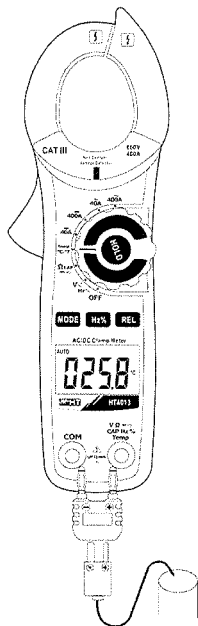

Abb. 8: Verwendung der Zange für Temperaturmessung
3. Verbinden Sie den mitgelieferten K-Typ Drahtfühler mit der **VΩ** und **Temp** Eingangs- und **COM** Eingangsbuchse mithilfe des entsprechenden Adapter. Achten Sie dabei auf die Polarität, die in Abb. 8 angegeben ist. Der Temperaturwert erscheint auf dem Display.